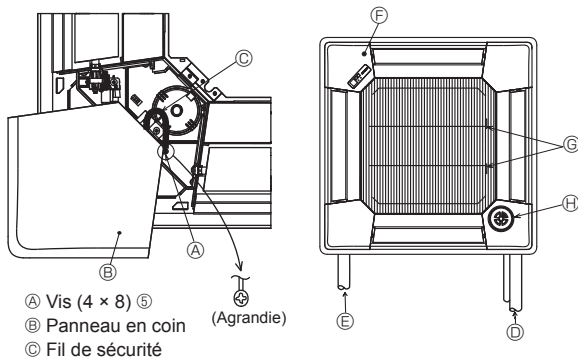

Fig. 6-9
6.5. Installation de la grille d'aspiration (Fig.6-9)